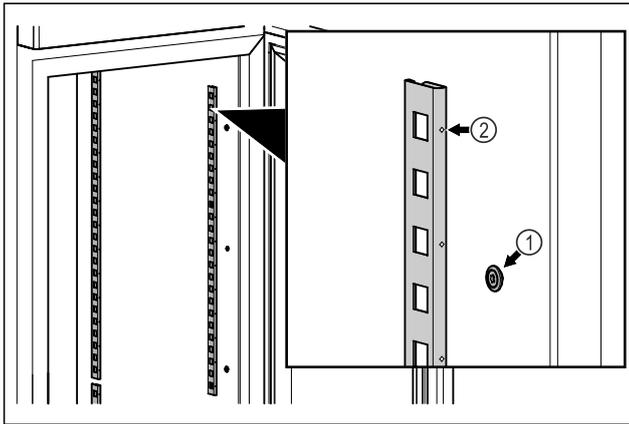

Fig. 81 Примерное изображение
- ▶ Навесьте фиксатор на крепление Fig. 81 (1). Отметка Fig. 81 (2) должна располагаться спереди.